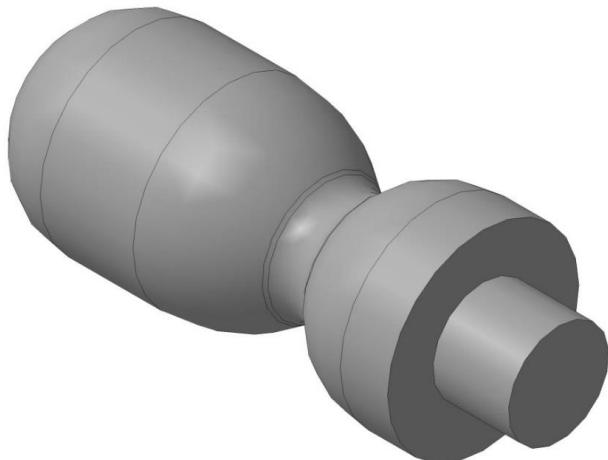

Рис. 1. Ручка для напильника
1. По указанным данным, сделайте модель ручки для напильника (Рис.1).